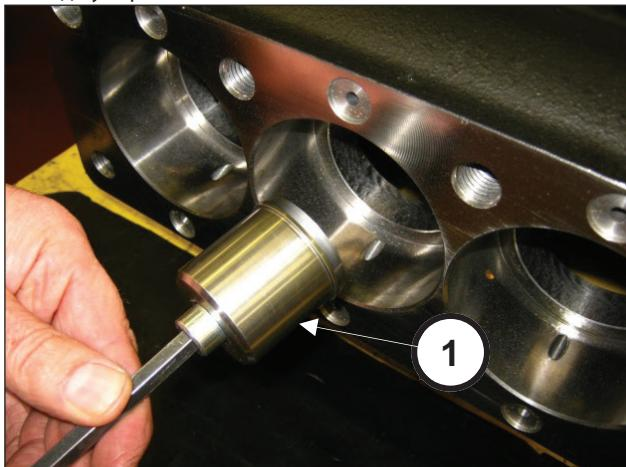

Рис. 34
Ведите инструмент (поз. ①, Рис. 34) и навинтите его на шток до упора (поз. ①, Рис. 35).
Зафиксируйте все три узла специальным инструментом, арт. 27566200 (поз. ①, Рис. 34).